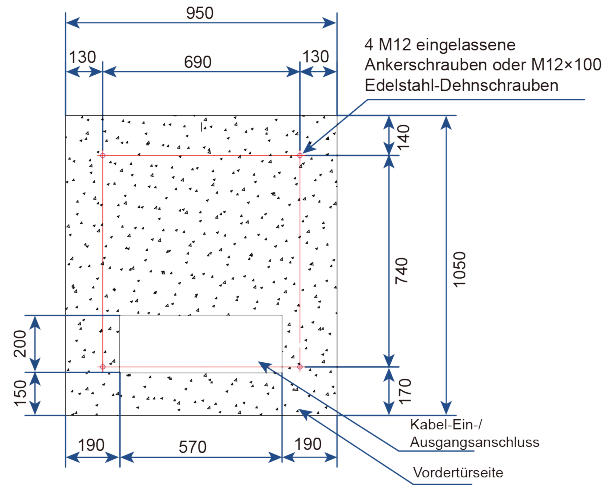

Abbildung 4-3 Lage der Bohrungen für die Dehnschrauben
- Schritt 2** Markieren Sie am Fundament die Bohrlöcher. Beziehen Sie sich dabei auf die Abbildung von Abbildung 4-3 Lage der Bohrungen für die Dehnschrauben.